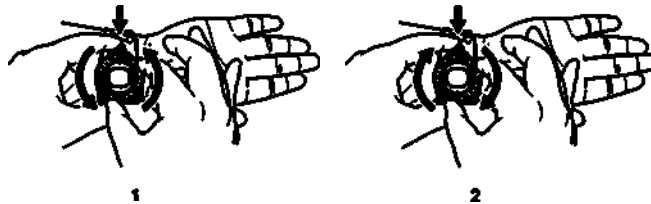

Figura 3. Utilização do mostrador para ajustar a pressão
1. Para diminuir a pressão no local de acesso, pressione o bloqueio do mostrador com uma mão e, simultaneamente, gire o mostrador em sentido anti-horário com a outra mão (Figura 3, detalhe 1). Para aumentar a pressão no local de acesso, pressione o bloqueio do mostrador com uma mão e, simultaneamente, gire o mostrador em sentido horário com a outra mão (Figura 3, detalhe 2).